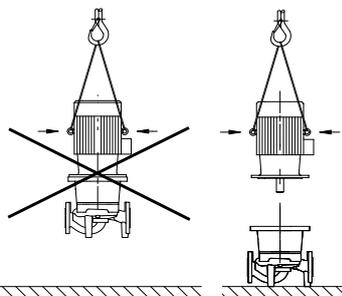

Fig. 5: Fixarea motorului
- Inelele de transport de la motor trebuie folosite doar pentru transportul motorului, nu pentru toată pompa (fig 5).